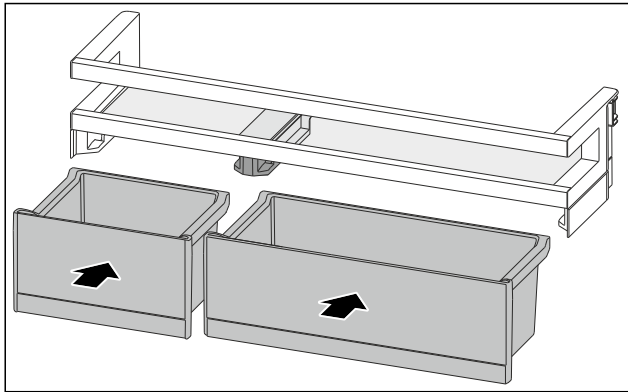

Fig. 83
- Coloque los VarioBoxes en disposición intercambiada. (consulte Fig. 83)